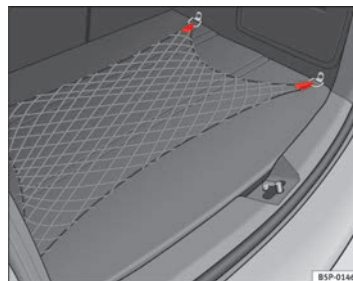

Fig. 107 Red portaobjetos maletero
- Utilice las anillas de amarre existentes en los laterales del maletero, para fijar la red portaobjetos ⇒ fig. 107. ▶